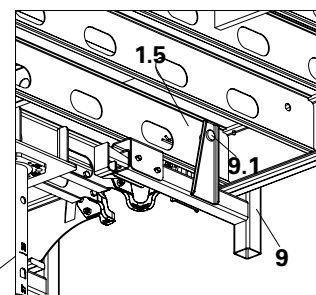

Fig. A9.04a
- Posizionare il supporto parapetto (9) nel foro previsto per il puntone trasversale (1.5) del pannello. (Fig. A9.04a)